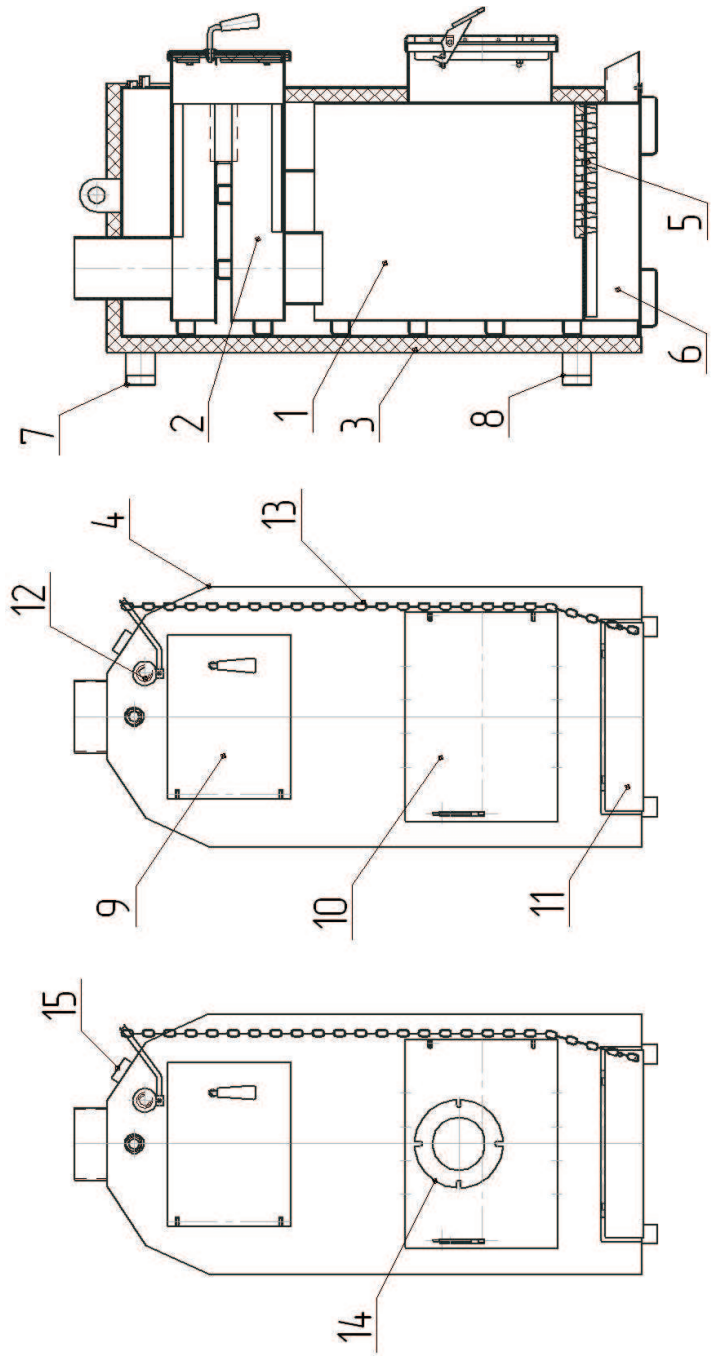

Рис.2 Устройство котла
2.2. Котел КС-ТГЖ-16А предназначен для длительного и эффективного сжигания сортированного антрацита, дров. Также возможна работа на природном газе и дизельном топливе. При установке дутьевой горелки комплектуется термостатом управления и защиты, который устанавливается в канал (поз.15 рис.2). Возможно сжигание неспекающихся видов каменного и бурого углей.
- 2) нижняя 10 - для загрузки топлива и извлечения золы, а также для обслуживания колосниковой решетки и зольника 6. В верхней части котла установлен регулятор тяги 12 который соединяется с дверкой зольника 11 при помощи цепи 13. Предусмотрен вариант исполнения дверки для крепления жидкотопливной горелки рис.2.